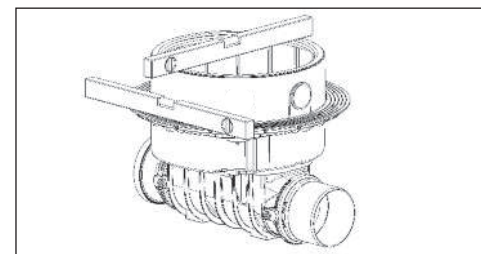

Abb. 1
2.1 KESSEL-Staufix SWA zum Einbau in die Bodenplatte (Best.Nr. 73100.10 S/X, 73125.10 S/X, 73150.10 S/X, 73200.10 S/X). Gilt entsprechend auch für den Einbau *Controlfix*. Der Grundkörper des KESSEL-Staufix SWA ist waagrecht auszurichten (siehe Abb. 1). Die beiliegende Profil-Lippendichtung in die